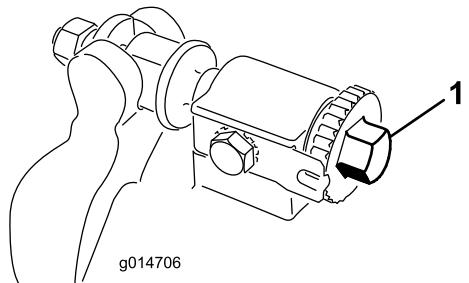

図 6
2. ベッド・バー調整ネジ(図 6)を左に回して、リールと下刃の接触を完全にななくす。